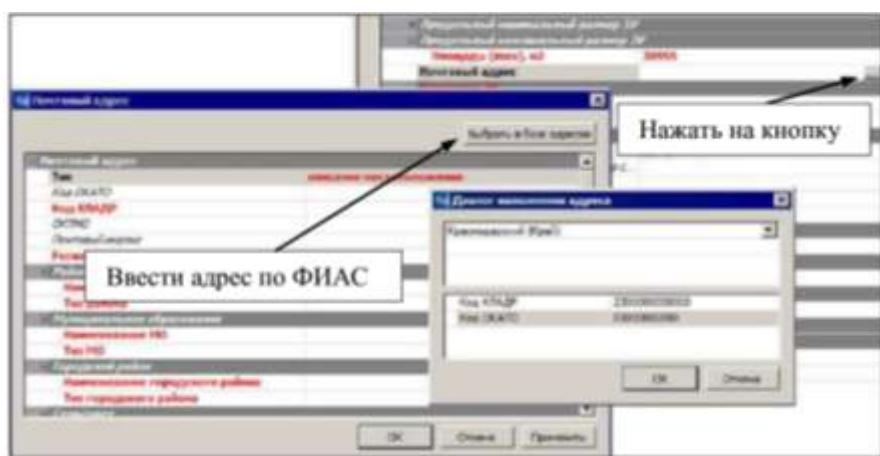

Рисунок 16– Введите адрес ЗУ
- В строке *Иное* укажите оставшуюся неструктурированную часть почтового адреса *п. Боровое, ул. Зеленая, 5* (рис. 16). В окне **Почтовый адрес** нажмите кнопку **Применить** и **OK**.